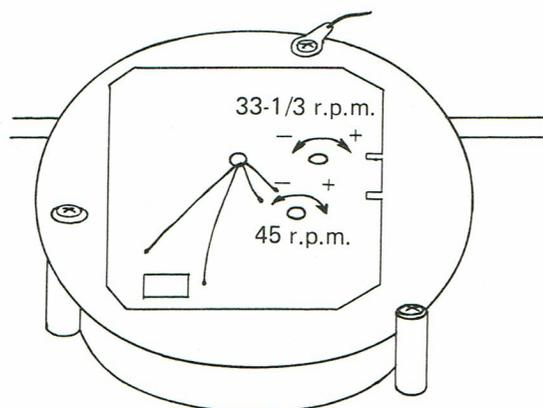

Fig. 2
3. En se servant du stroboscope réglez les trimmers (fig. 2) dans le cas du remplacement du circuit-imprimé.